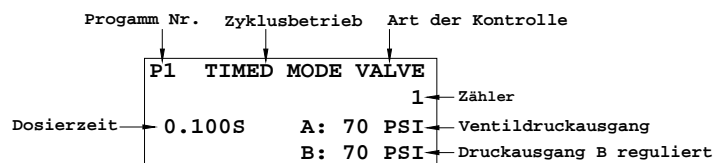

Abb. 3.0
4. Modustaste (2) und Taste "Set" (3) gleichzeitig drücken, bis "VALVE" in der rechten oberen Ecke des Displays erscheint, wie in Abb. 3.0 gezeigt.